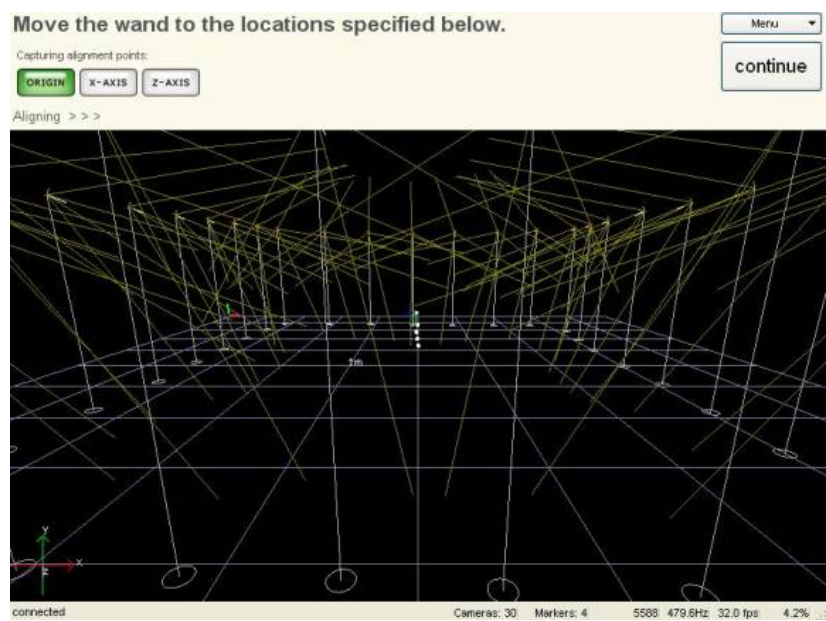

Figura 13: Fase di allineamento.
1. terminata la fase di calibrazione premere sul tasto *Continue*: apparirà una schermata come in Figura 13;